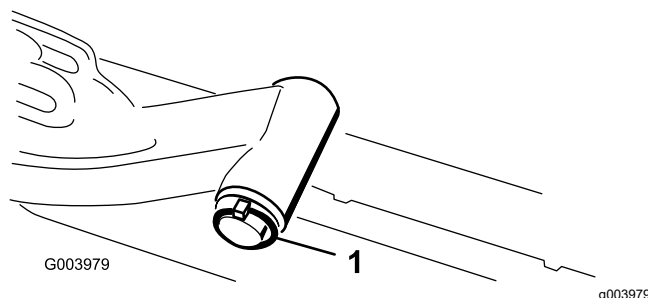

Figura 11
1. Togliete l'acciarino e la rondella che fissano l'albero di articolazione al braccio di sollevamento, ed estraete l'albero dal braccio di sollevamento (Figura 11).
3. Inserite l'albero del braccio di sollevamento nel braccio di sollevamento, e fissatelo con la rondella e l'acciarino (Figura 11).